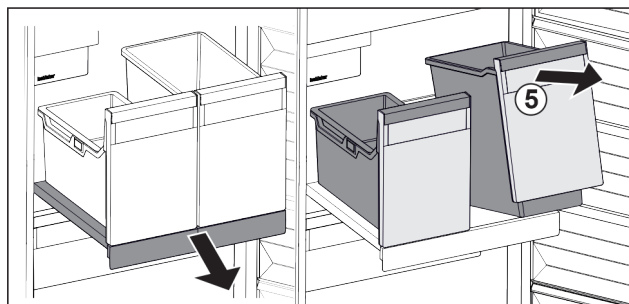

Fig. 139
- ▶ Spremnik Fig. 139 (5) podignite sprijeda.